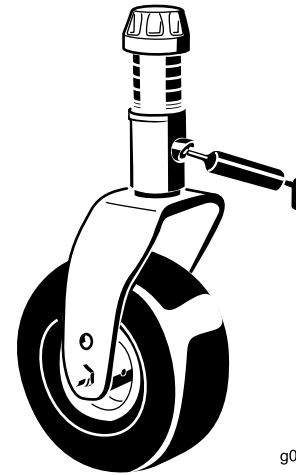

Bild 68
- Eine Laufradgabel-Wellenbüchse (Bild 68)